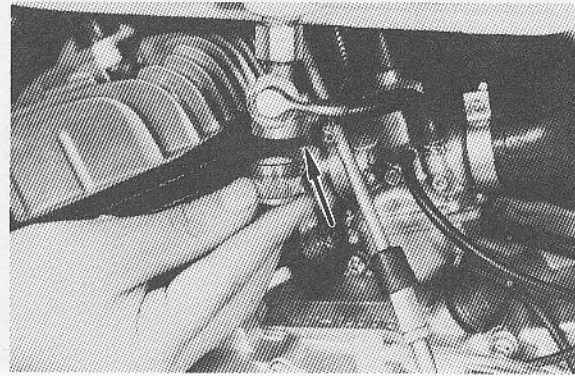

Fig. 2-6-1
- b. Remove filter cap and clean filter. (Fig. 2-6-1)
- b. Démontez le filtre et le nettoyer. (Fig. 2-6-1)